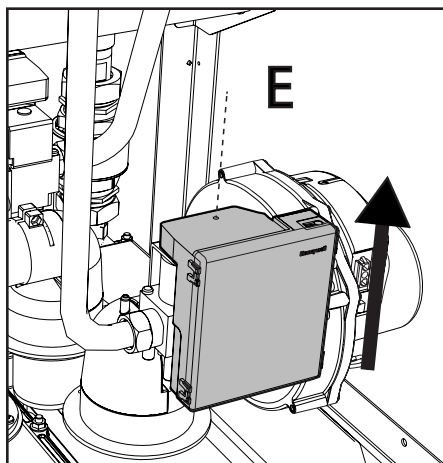

Рис. 63
2. Открутите винт «E» и снимите блок управления с газового клапана (рис. 63).